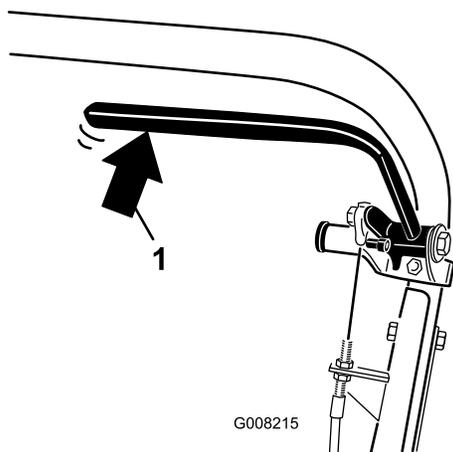

Figura 32
2. Utilizando uma balança de mola, pressione para trás na alavanca do travão de serviço (Figura 32). O travão de estacionamento deve libertar-se quando se atinge uma força de 13,5 a 18 kg. Se o travão de estacionamento se libertar antes de atingir 13,5 a 18 kg de força, é necessário um ajuste do cabo do travão. Proceda para o passo 3.